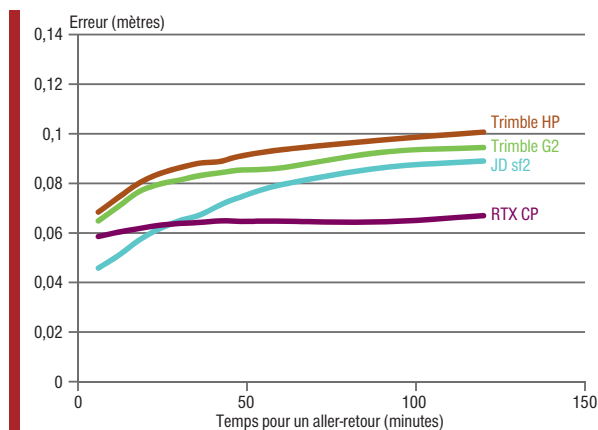

Figure 1 : Le géopositionnement permet de travailler quelles que soient les conditions de visibilité lorsque le tracteur est équipé d'un autoguidage.
tiquement identique (1) (figure 1). Dans 95 % du temps pour un aller-retour en tracteur d'environ 20 minutes, elle est de  $\pm 8$  cm. Le SF2 et le RTX center point sont plus précis. Jusqu'à 15 minutes d'utilisation, le SF2 est meilleur que le RTX Center Point. Ils présentent ensuite la même précision jusqu'à 50 minutes. Puis au-delà, le RTX Center Point devient plus précis. Dans les conditions de référence (dans 95 % du temps pour un aller-retour de 20 minutes), la précision relative du SF2 de John Deere est de  $\pm 5$  cm et celle du RTX Center Point de  $\pm 6$  cm. Concrètement, une précision de  $\pm 5$  cm se traduit par la présence de manques ou de recouvrements de 10 cm entre l'aller et le retour du tracteur.